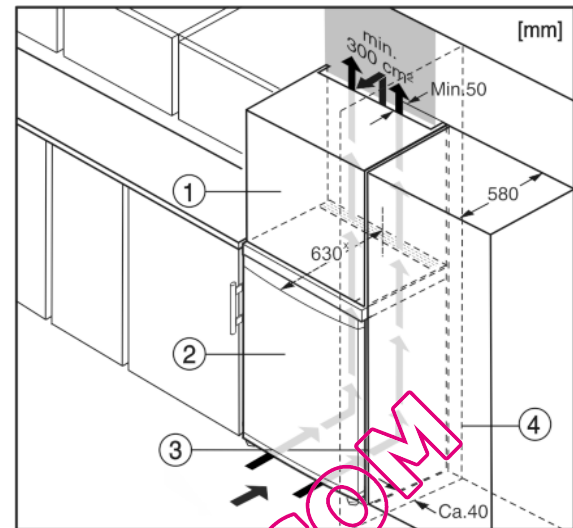

Fig. 5
- (1) Élément haut
- (2) Appareil
- (3) Placard de cuisine
- (4) Mur
L'appareil peut être entouré de meubles de cuisine. Pour adapter l'appareil Fig. 5 (2) à la hauteur des placards de cuisine intégrée, on peut placer un élément haut Fig. 5 (1) au-dessus de l'appareil.
Lors de la transformation avec des placards de cuisine (profondeur max. 580 mm), l'appareil peut être placé directement à côté du placard de cuisine Fig. 5 (3). L'appareil dépasse latéralement de 34 mm* et de 50 mm* au centre de l'appareil par rapport à la face avant du placard de cuisine.
Si l'appareil est installé avec les charnières à côté d'un mur Fig. 5 (4), la distance entre l'appareil et le mur doit être de 40 mm min. Ceci correspond à la saillie de la poignée lorsque la porte est ouverte.